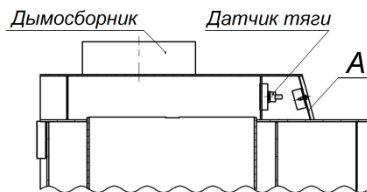

Рисунок 4. Датчик тяги.
5.5. Датчик по перегреву (датчик тяги) установлен в переднем отсеке дымосборника (см. рис. 4), за съёмной панелью А.